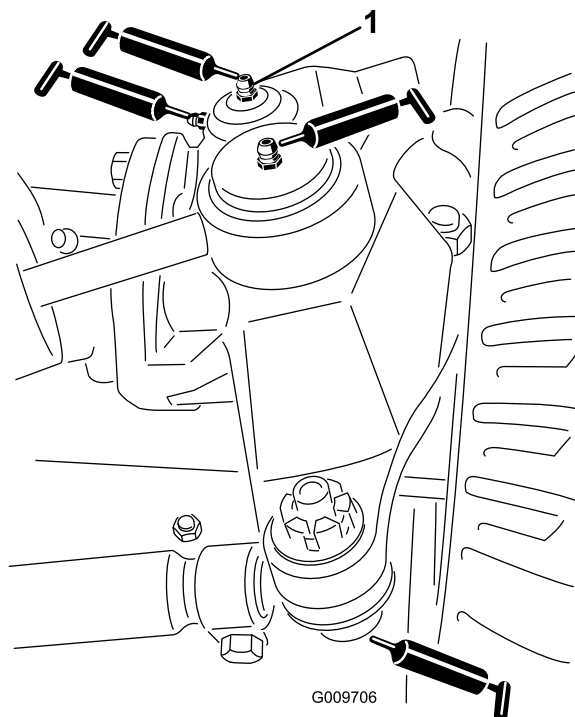

図 60
- 図 60に示す、ステアリングシリンダのボールジョイント 2ヶ所
- 図 60に示す、タイロッドのボールジョイント 2ヶ所
- 図 60に示す、キングピンのブッシュ2ヶ所